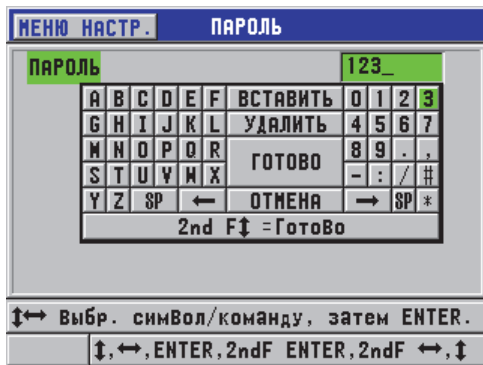

Рис. 7-9 Окно ПАРОЛЬ
2. В окне ПАРОЛЬ (см. Рис. 7-9 на стр. 154) введите пароль, используя до восьми буквенно-цифровых символов.